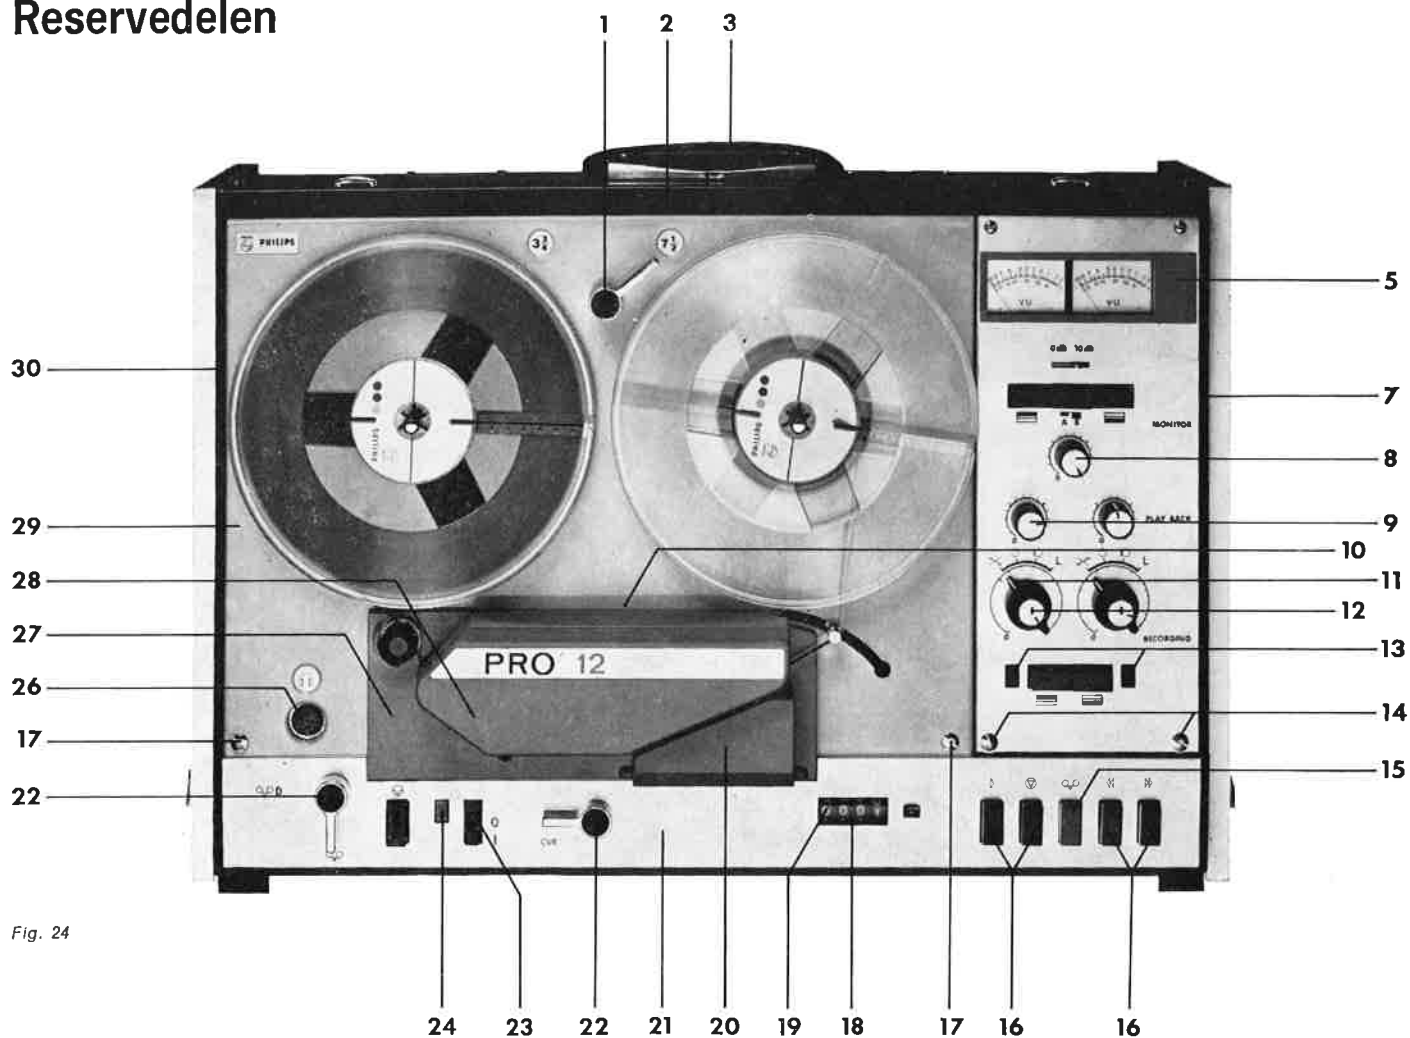

Fig. 24
- Klap deksel 20 (fig. 24) naar voren; de drukrol moet dan geheel vrij van het deksel zijn.